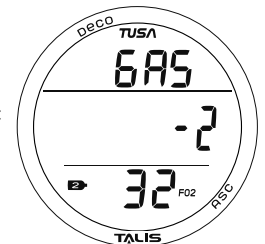

Abb. 77 - GAS-2-VORSCHAU
**Gas-2-Umschaltvorschau**, Informationen beinhalten (Abb. 77) -